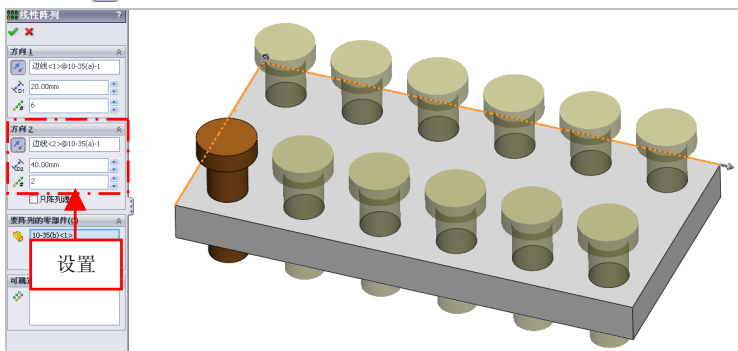

图 10-39 设置参数值
(5) 激活【方向 2】选项区，选择模型左侧的短边线对象，单击【反向】按钮，设置【间距】为 40、【实例数】为 2，如图 10-39 所示。